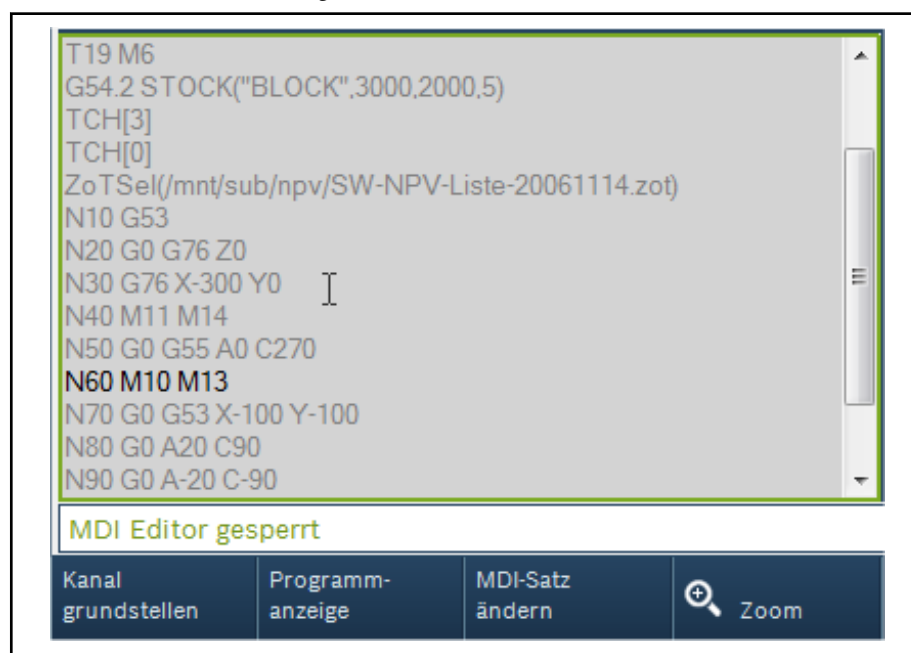

Abb. 4-21: Editieren nicht zugelassen
2. Mit <F4> oder <Enter> wird der Satz in die NC übernommen. Die Steuerung nimmt den "Status bereit" an, der Satz wird markiert. Editieren ist nicht mehr zugelassen. In der Statuszeile erscheint der Text "Warten auf Start-Taste" (siehe Abb. 4-21 "Editieren nicht zugelassen" auf Seite 74).